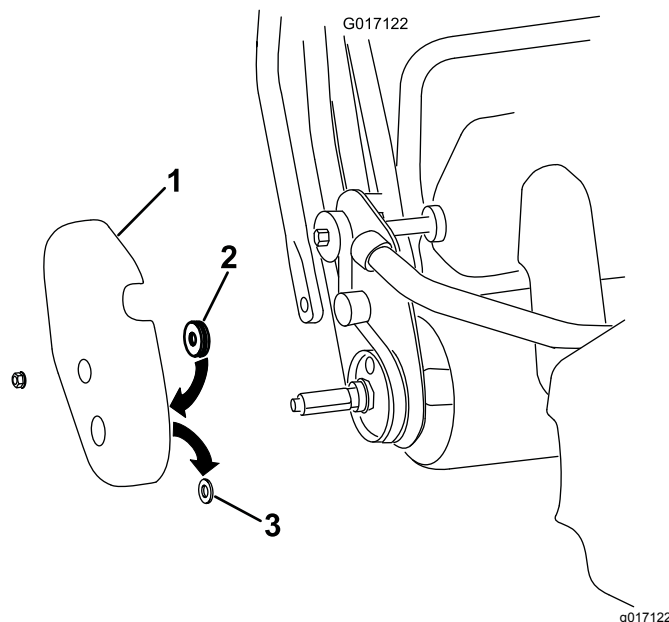

Рисунок 9
- A. Снимите с машины правую крышку привода барабана (Рисунок 9).
B. Извлеките из отверстия под вал в крышке барабана и удалите в отходы резиновую втулку (Рисунок 9).
C. Приклейте с внутренней стороны крышки войлочное уплотнение, расположив его вокруг отверстия под вал (Рисунок 9).